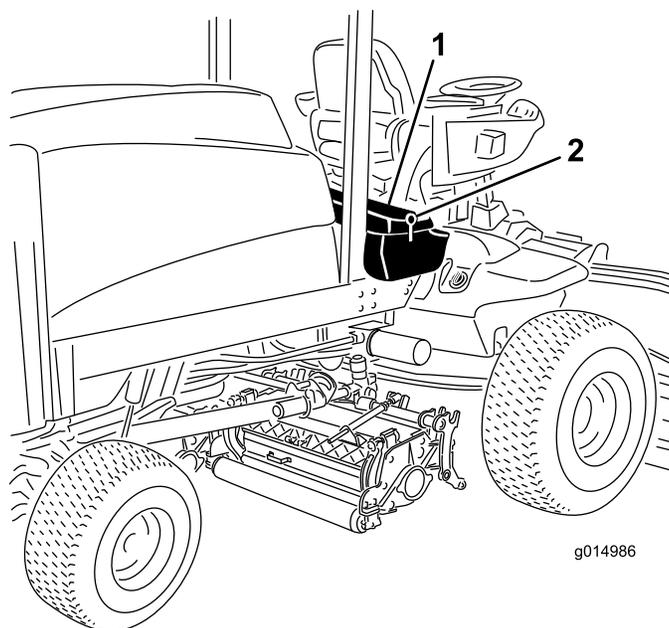

Figure 63
1. Déverrouillez et soulevez le panneau de la console (Figure 63).